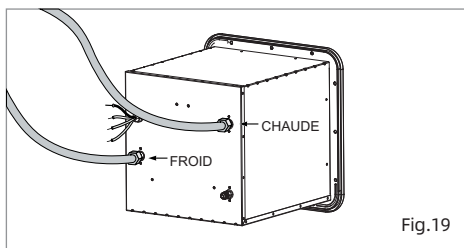

Fig.19
1. Raccordez les conduites d'eau CHAUDE et d'eau FROIDE aux raccords appropriés NPT 1/2 po. (Fig.19)